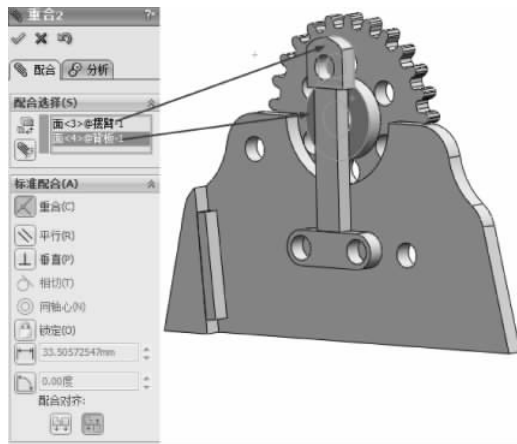

图 3-141 重合配合
(4) 继续进行配合约束,选择【标准配合】选项组下的【重合】配合类型,在【要配合的实体】选择框中选择如图 3-141 所示的面,其他保持默认,单击【确定】按钮,完成重合配合。